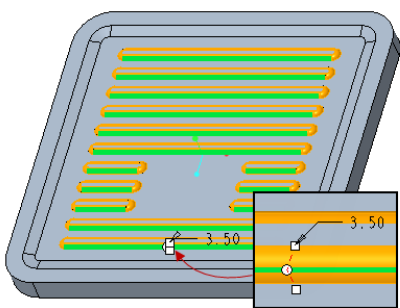

图 5-123 选择要圆角的边线 1
- (1) 单击  (倒圆角) 按钮, 打开“倒圆角”选项卡。
- (2) 设置圆角半径为“3.5”。
- (3) 结合〈Ctrl〉键选择图 5-123 所示的边线。
- (4) 单击  (完成) 按钮。